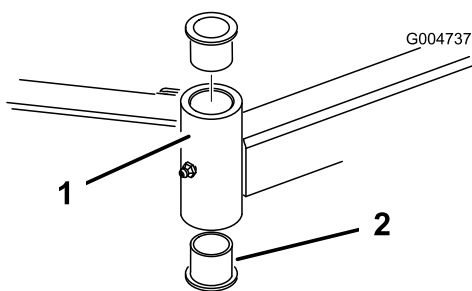

Figure 81
4. Insérez un chasse-goupille dans le haut ou le bas du tube de montage et chassez la bague hors du tube (Figure 81).